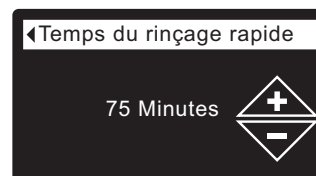

FIG. 77
- 8b. Temps du rinçage rapide :** Appuyez sur le bouton HAUT (▲) ou BAS (▼) pour modifier le temps du rinçage rapide (durée de l'aération). Maintenez le bouton enfoncé pour faire défiler rapidement. La plage de réglage du rinçage rapide est 1 - 99 minutes* (cf. Figure 77).